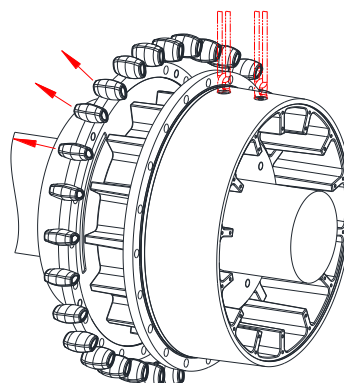

Figura 28
- Retire ahora los demás elastómeros individuales, expulsándolos en dirección radial de los espacios intermedios (véase la figura 28).